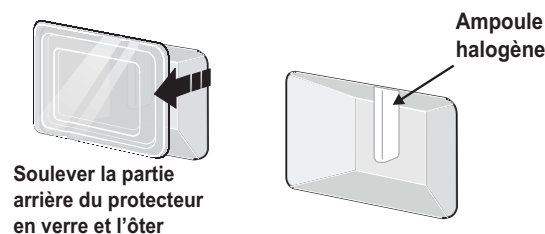

Figure 36: Protecteur de lampe (L) et ampoule halogène (R)
2. Pour retirer le protecteur en verre, tirez l'arrière du protecteur vers l'intérieur du four de manière à le soulever du côté four. Le protecteur en verre doit pouvoir facilement être retiré en poussant légèrement dessus vers l'avant du four encastré (Voir Figure 36).